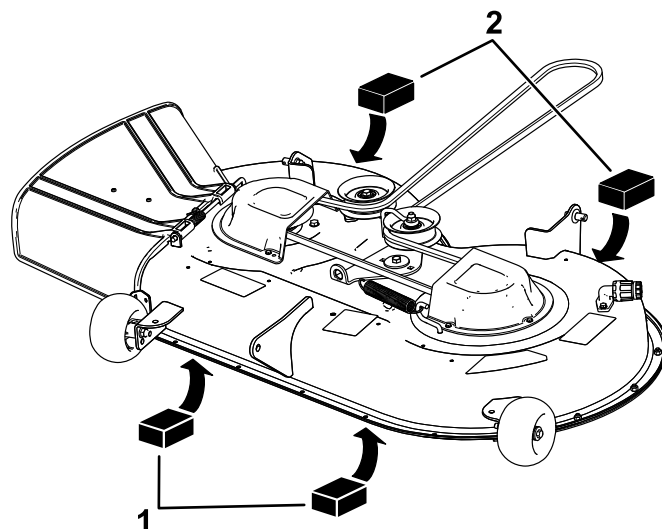

Figura 67
4. Amplasați 2 blocuri, fiecare având o grosime de 6,6 cm, sub fiecare parte a marginii frontale a puii, dar nu sub suporturile rolei anti-scalp (Figura 67).
5. Amplasați 2 blocuri, fiecare având o grosime de 7,3 cm, sub marginea din spate a puii de tăiere, câte unul pe fiecare parte a puii de tăiere (Figura 67).